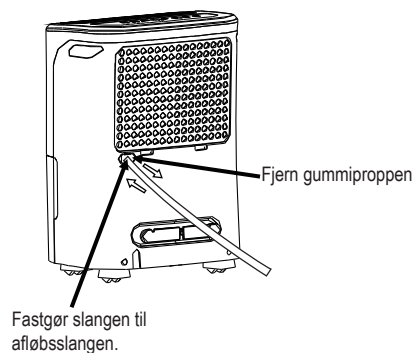

Fig.7
- Fjern gummiproppen fra afløbsslængens udløb. Fastgør en afløbsslange (ID = 13.5mm) og før den til gulvafløbet eller et egnet dræningsanlæg (se Fig. 7).